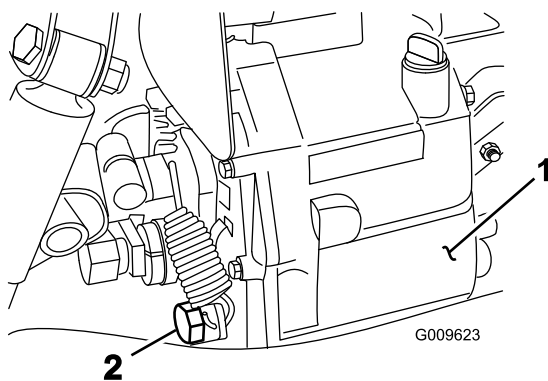

Figura 67
4. Retire el tapón de vaciado del lado del depósito y deje que se drene el fluido hidráulico en el recipiente (Figura 67).